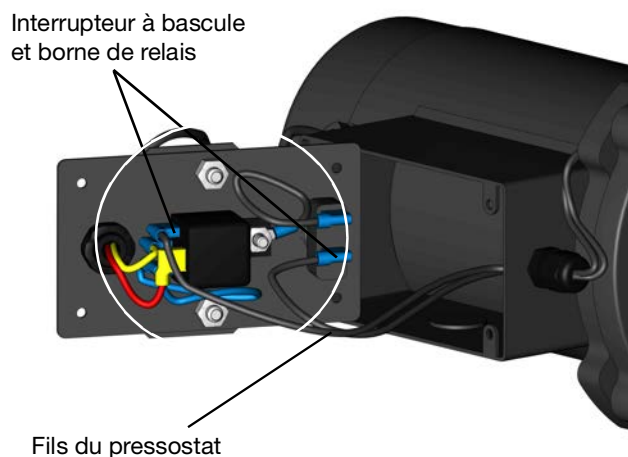

FIG. 12
6. Tirez doucement le couvercle de la boîte à bornes vers le haut pour le retirer de la boîte à bornes (FIG. 12).
8. Retirez les fils du pressostat de l'interrupteur à bascule et de la borne du relais (FIG. 12).